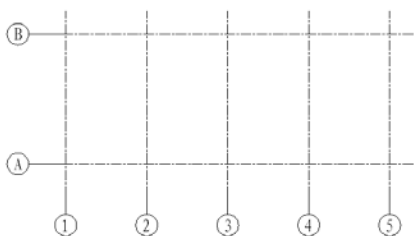
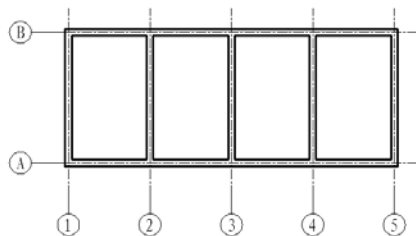

图 17.9.5 标注轴线记号符号的轴线网络
图 17.9.6 绘制墙体轮廓
③ 用 **绘图(D)** → **块(K)** → **定义属性(O)...** 命令，在 **标记(M)** 文本框中输入属性的标记为 1，在 **默认(D)** 文本框中输入属性的值为 1；用 **绘图(D)** → **块(K)** → **创建(C)...** 命令创建带属性的块，将块的名称(N)设置为“记号符号 1”。
④ 用 **插入(I)** → **块(B)...** 命令将轴线记号符号设置到相关轴线端部，纵向为 1、2、3、4、5，横向为 A、B，完成后的结果如图 17.9.5 所示。
(1) 设置多线样式。将图层切换至“墙体”图层，选择下拉菜单 **格式(O)** → **多线样式(M)...** 命令，在“多线样式”对话框中单击 **新建(N)...** 按钮，在 **新样式名(N)** 文本框中输入“240 墙”，将多线元素的偏移距离值设为 1.2 和 -1.2，并将其设置为当前多线样式。
(2) 选择下拉菜单 **绘图(D)** → **多线(M)** 命令，在系统指定起点或 [对正(J)/比例(S)/样式(ST)]: 的提示下输入字母 J 按 Enter 键，选择对正类型为 **无(N)** 选项，输入字母 S 并按 Enter 键，在 **输入多线比例 <20.00>**: 的提示下输入数值 1.0 并按 Enter 键，将多线比例设置为 1.0，用交点捕捉的方法，开始沿轴线绘制多线。选择下拉菜单 **修改(M)** → **对象(O)** → **多线(M)...** 命令，在系统弹出的“多线编辑工具”对话框中选择适当的多线相交编辑方式对墙角进行修整，完成后的图形如图 17.9.6 所示。